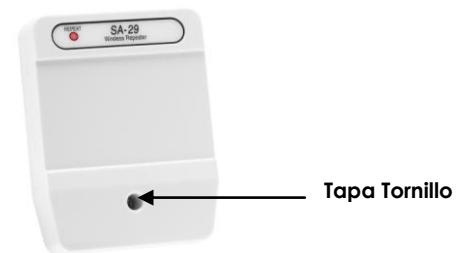

Figura 1: SA-29 Cubierta Frontal
- 1) Quite la tapa de plástico del tornillo de la cubierta frontal del SA-29 (ver **Figura 1**), para ver el tornillo de cierre de la carcasa.